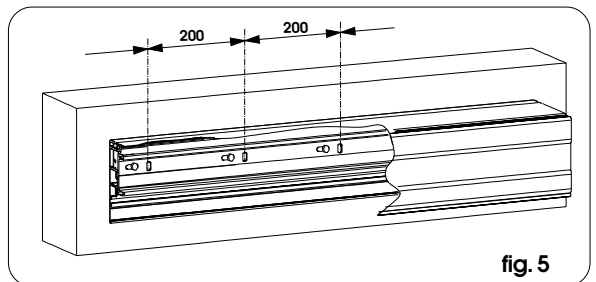

fig. 5
• Bevestig de geassembleerde dwarsbalk (met schroeven M8 en bijbehorende pluggen) aanvankelijk via de verticale uitsparingen aan de uiteinden, en lijn de balk parallel aan de vloer uit. Zet hem in het midden vast door de balk met kracht op te tillen zodat de drie bevestigingspunten worden uitgelijnd. Zet hem op de overige punten om de 20 cm in de verticale uitsparingen vast, zoals op fig. 5.